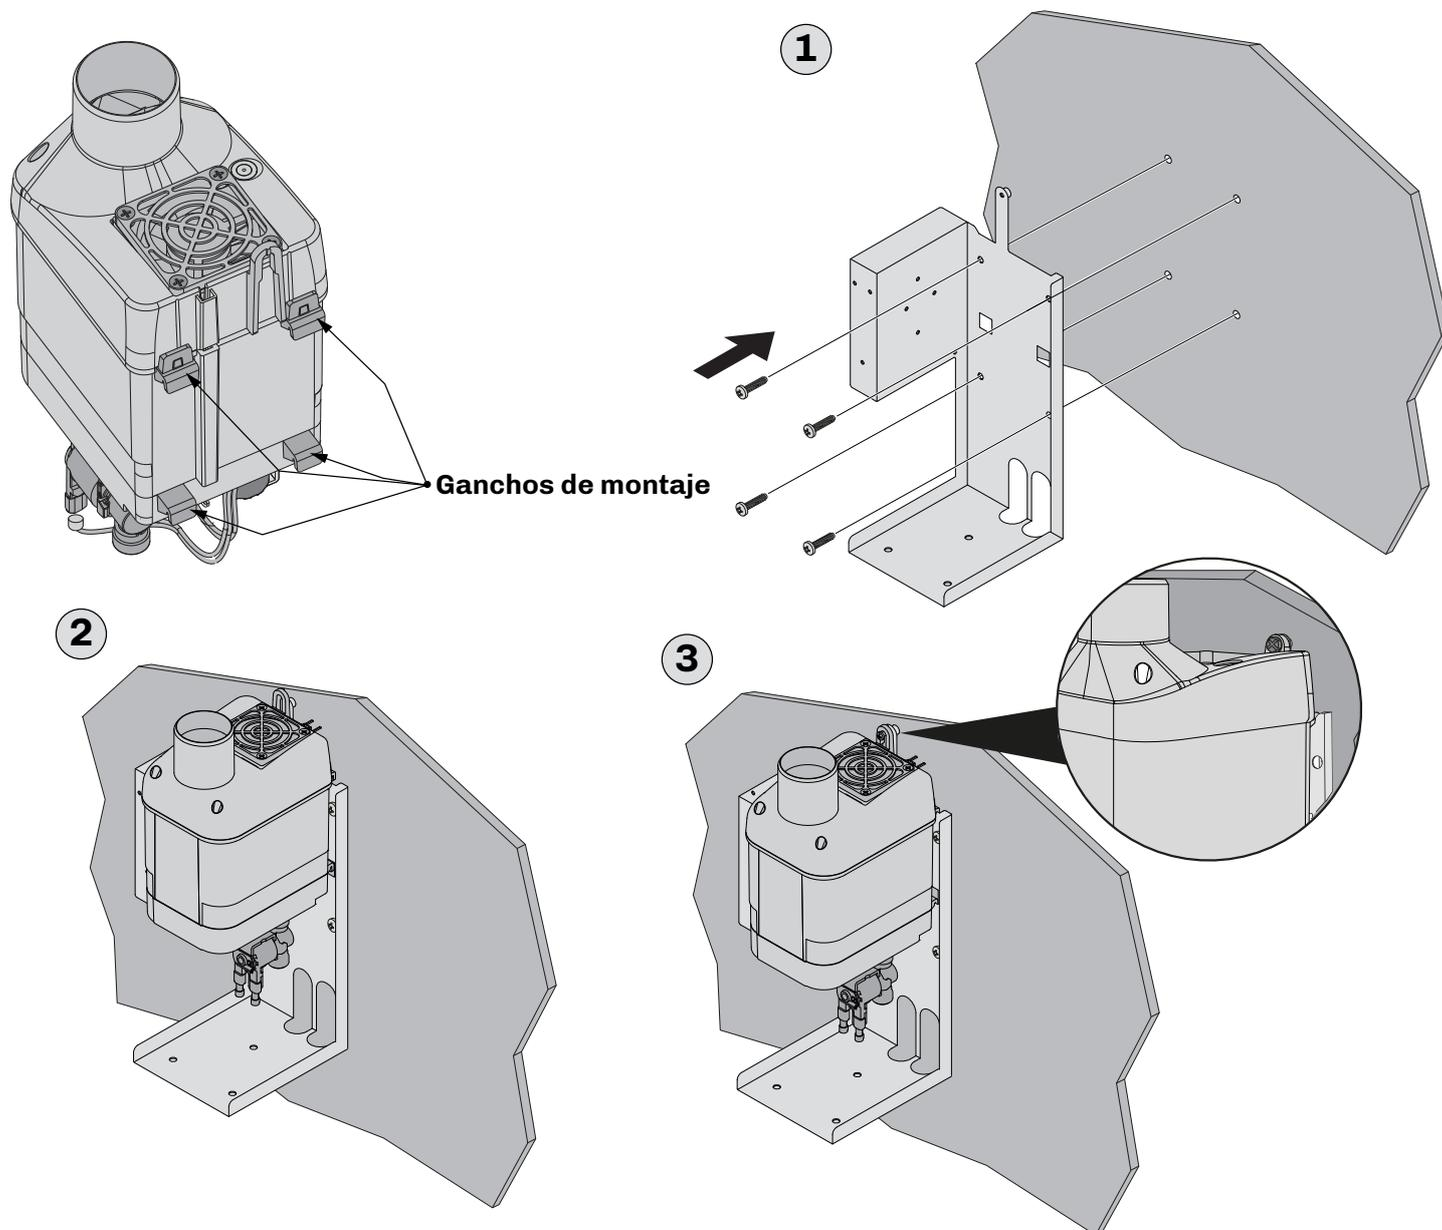

Fig. 9. Instrucciones de montaje de la caja en la pared
- Fijar la caja en la pared siguiendo las instrucciones de la imagen "FIG. 9. INSTRUCCIONES DE MONTAJE DE LA CAJA EN LA PARED" A PAGINA 21 y las medidas de los orificios y de la caja indicadas en el punto "4.3.2 DIMENSIONES MISTRAL CON CAJA" A PAGINA 15 (1);
- Enganchar el humidificador **Mistral** en la caja asegurándose de que quede bien fijado (2);
- Fijar el humidificador a la pared utilizando un tornillo M4 de cabeza plana, adecuado para la pared de fijación (3).